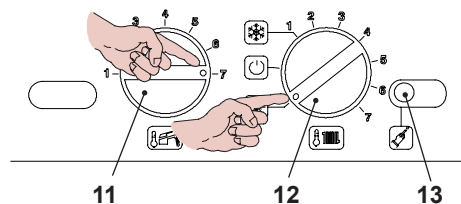

Fig. 9.8
- Posizionare le manopole del pannello comandi come indicato in Fig. 9.8.
- Per entrare nella modalità Spazzacamino bisogna entrare in programmazione premendo per 15 secondi il pulsante di ripristino 13 in Fig. 9.8 fino alla comparsa del parametro **P01**.
- Premere il pulsante di ripristino 13 in Fig. 9.8, per lo scorrimento dei vari parametri sino al raggiungimento del parametro valido per il settaggio della modalità Spazzacamino. Sul display LCD compare la seguente visualizzazione (la sequenza **P09** si alterna a **00**).